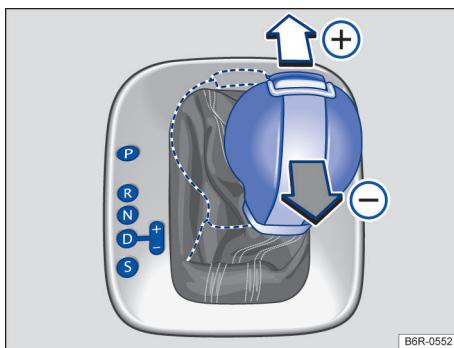

Fig. 85 Alavanca seletora na posição Tiptronic.
- Mover a alavanca seletora para frente (+) ou para trás (-) para aumentar ou diminuir a marcha → Fig. 85.